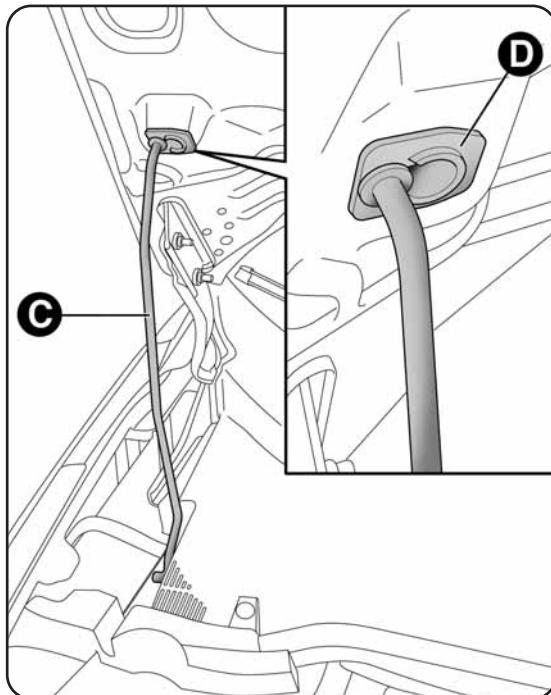

fig. 67
- soulever le capot tout en libérant la bêquille de soutien C-fig. 67 de son dispositif de blocage, puis introduire l'extrémité dans le logement D.
- maintenir le capot soulevé d'une main et, de l'autre, enlever la bêquille C-fig. 67 du logement D, puis la réintroduire dans le dispositif de blocage ad hoc;